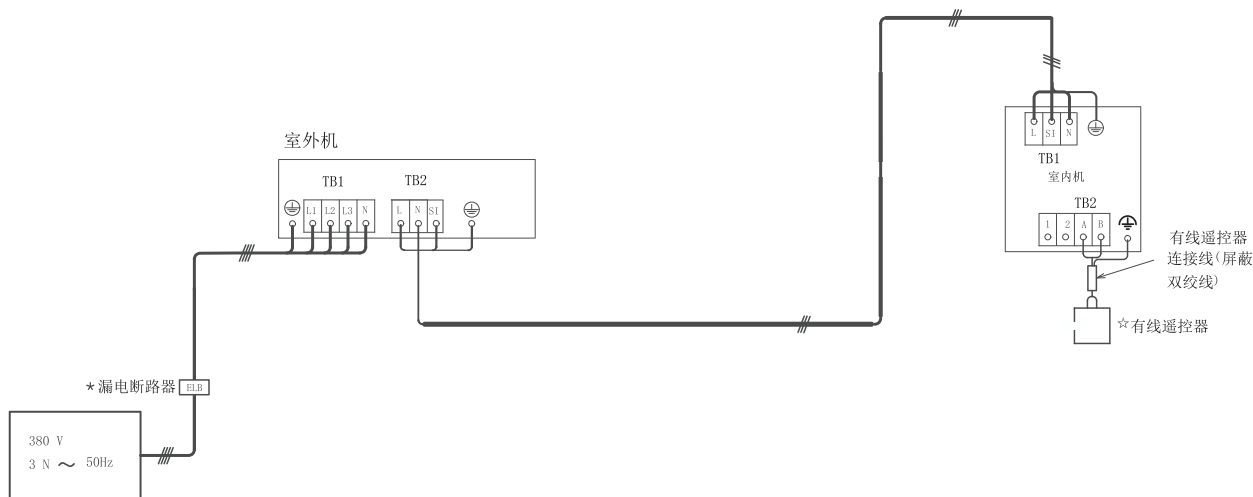

图6.1 120~160机型室内外机接线示意图
- (1) 打开电控箱盖；
- (2) 穿过电控箱接线孔和固线夹，连接信号接收器到内机电控箱端子上；
- (3) 连接室内外机的强电连接线，穿过电控箱穿线孔和固线夹，连接室内外连接线到电控内相应端子上，保证室内外端子标号一一对应，参照外机接线图6.1。室内机外机连接线规格见表6.1。
- (4) 用固线夹紧固电控箱内的电线；
(5) 连接完电线后，用密封材料封上电线接口，以防冷凝水及昆虫进入。
- (1) 连接电源线到室内机和室外机电器箱内的端子排上。并且连接地线到室外机的电器箱内。另外，在连接地线到室内机电器箱的接地螺栓上时，参照图6.1。
- (2) 禁止在维修盖前面的紧固螺钉上接线。
- (3) 连接室内机和室外机之间的配线，检查确保每个端子排上端子压接线的拉力。
- (4) 从电源接线中分离室外机和室内机之间的控制线，保持距离大约在5到6厘米以上，并且控制线不能与电源线并行。现场连接的电线及电源线最小线径见表6.1。
- (5) 每个系统单独安装主开关和ELB，并选择反应时间在0.1秒之内的高灵敏度ELB。推荐的容量见表6.2。